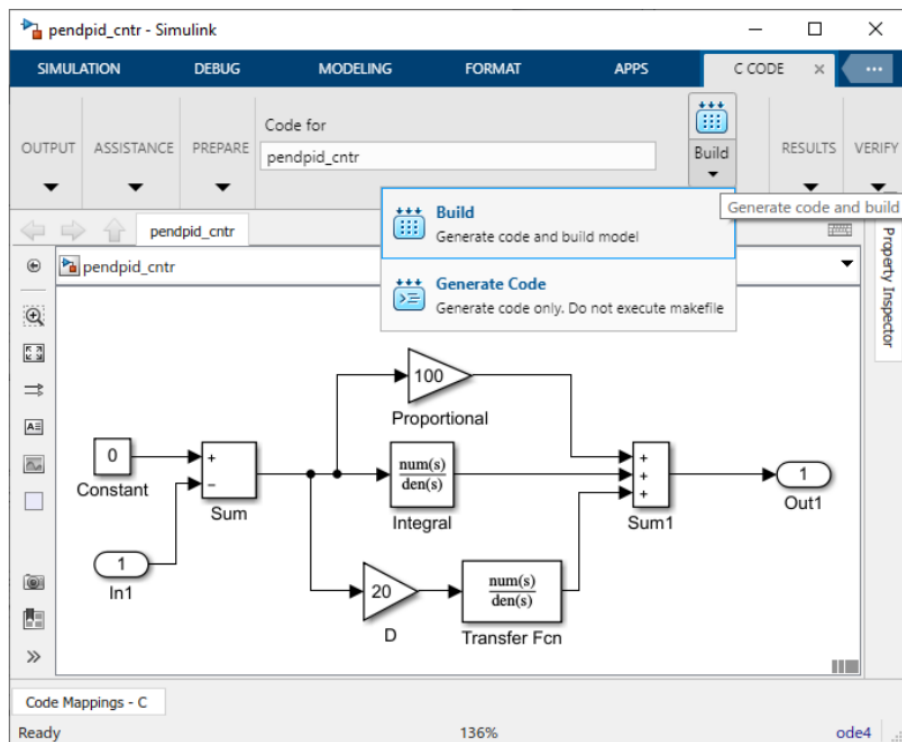
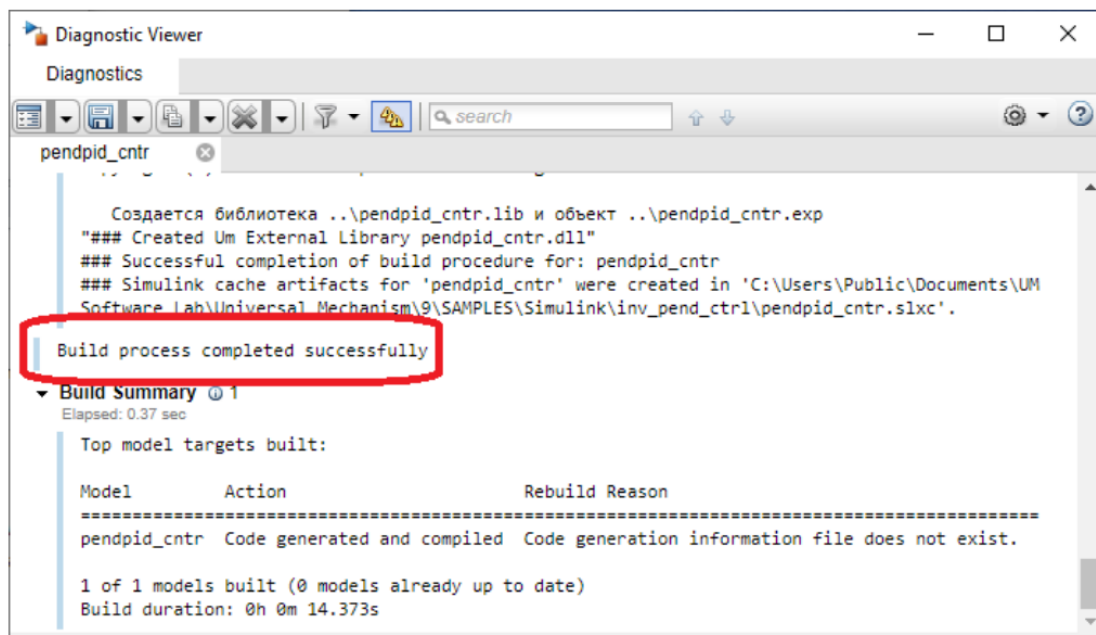

图 3.6 使用 Matlab9.X 进行编译
图 3.7 进程查看
13. 最后从 **APPS** 里选择 **Simulink Coder | Build (Generate code and build model)**，完成编译，如图 3.6 和图 3.7。